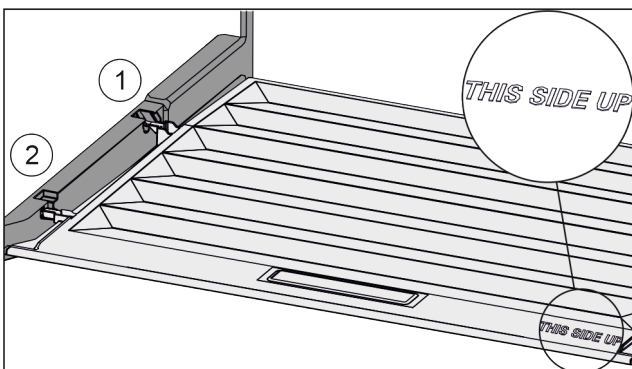

Fig. 115
- ▶ Вставити поперечні ребра через отвір заднього тримача Fig. 115 (1) і зафіксувати спереду у тримачі Fig. 115 (2).